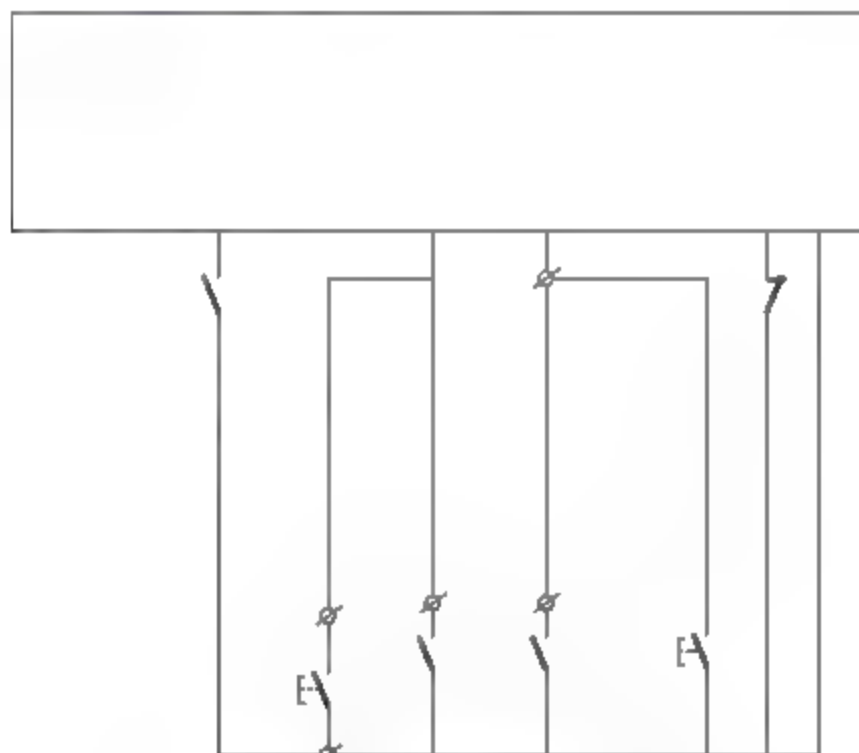

图10-25 修剪线路
**12** 调用TR【修剪】命令,修剪线路,结果如图10-25所示。